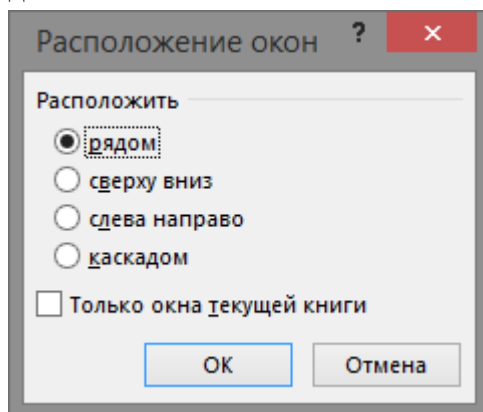

Рис. 7.4. Диалог УПОРЯДОЧИТЬ ОКНА
3.5.3. Командой «Упорядочить все» организуют большое количество окон на экране. В диалоге «Расположение окон» (рис. 7.4) имеется четыре варианта группирования окон: «рядом», «сверху», «вниз», «слева направо», «каскадом».